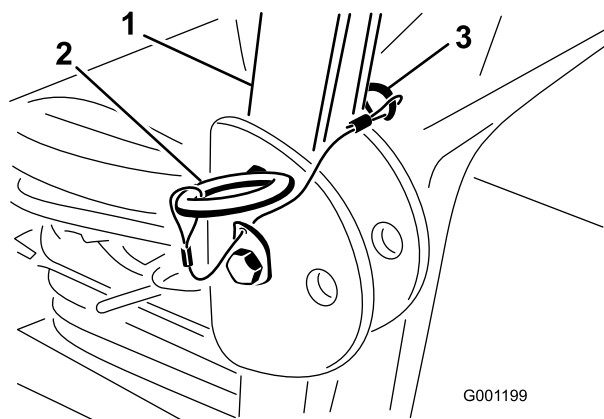

Рисунок 7
1. Установите защитную дугу в поднятое положение, а затем удалите игольчатые шпильки и два штифта (Рисунок 7).